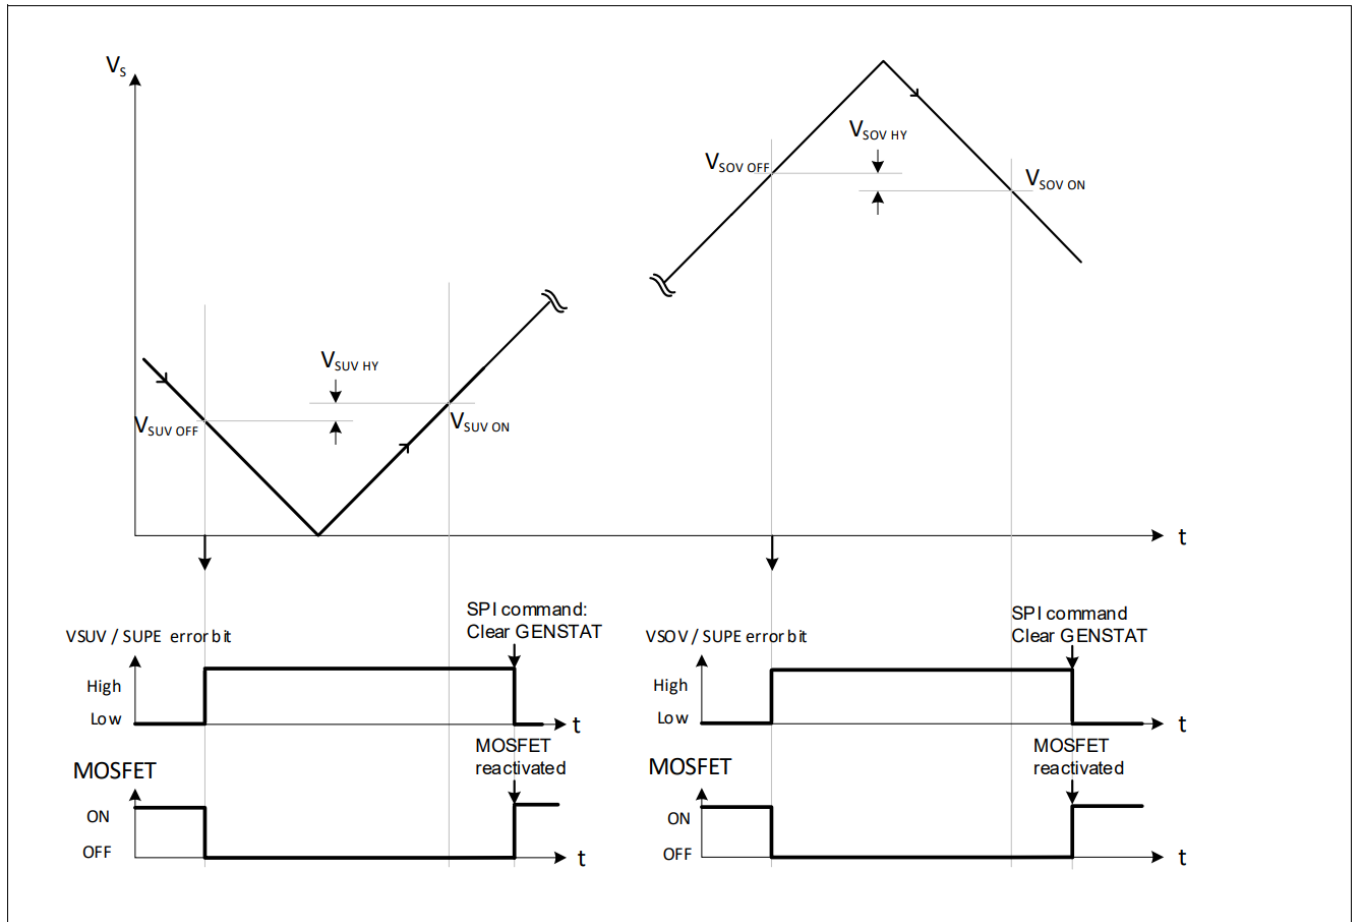

图 37 V_S 过压和欠压条件下的输出行为
- $V_S > V_{SUV\ ON}$ （见图 37）。
- $V_S < V_{SOV\ ON}$ （见图 37）。